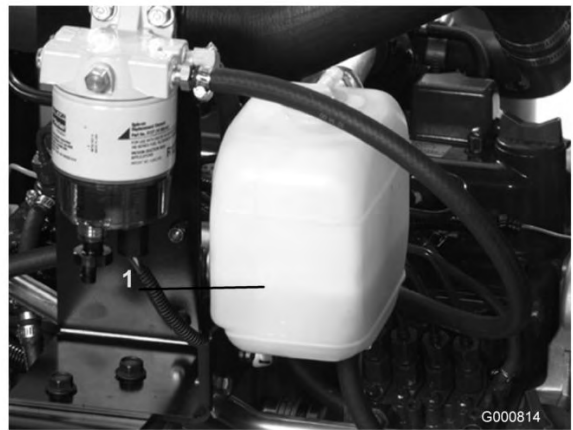

図 19
1. ラジエターと補助タンクのふた (図 19) を注意深く開ける。
2. ラジエターと補助タンク (図 19) の液量を点検する。